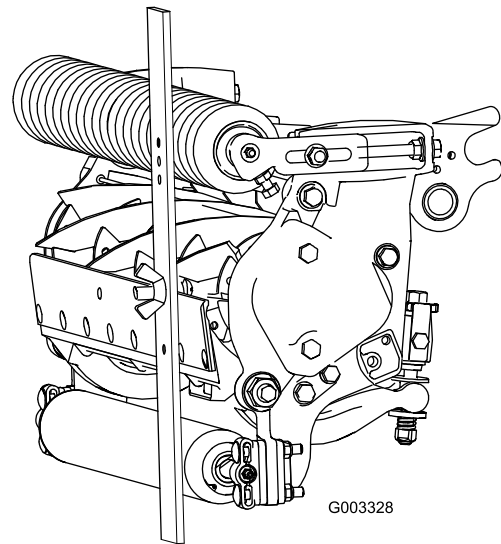

图18
- 3. 将螺丝头钩在底刀的刀刃上，并将调刀尺的后端放到后滚筒上（图18）。
- 4. 旋转调节螺丝，直到前滚筒接触到调刀尺（图18）。调节滚筒的两端，直到整个滚筒与底刀平行。